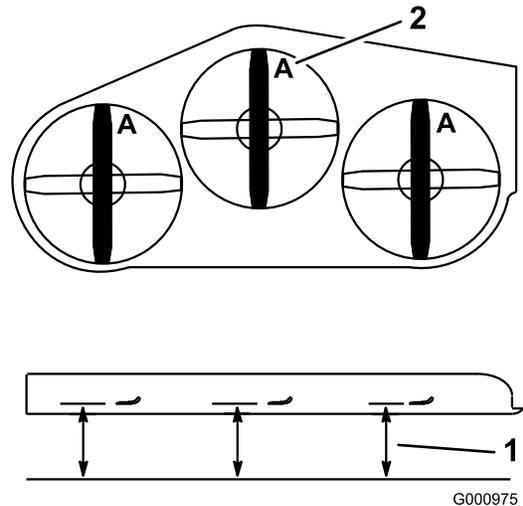

図 88
- Aの位置で 図 88、平らな床面からブレードの刃先までの高さを測る。